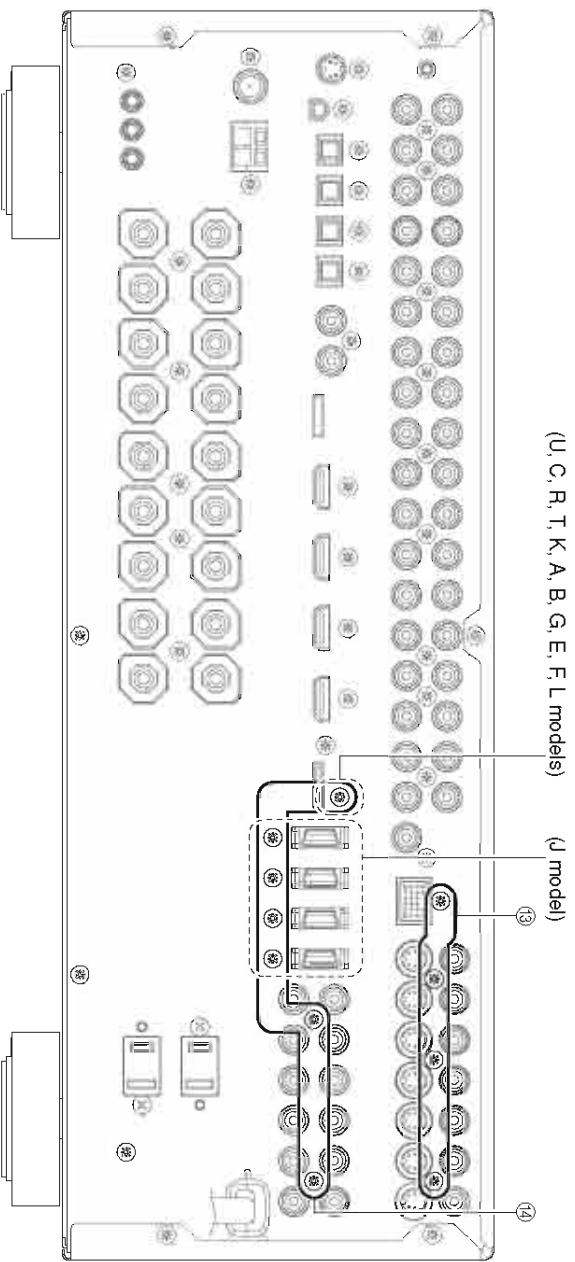

Fig. 5
- b. Remove 4 screws (13). (Fig. 5)
- e. Remove 3 screws (14). (Fig. 5)
- b. ⑬のネジ4本を外します。(Fig. 5)
- e. ⑭のネジ3本を外します。(Fig. 5)